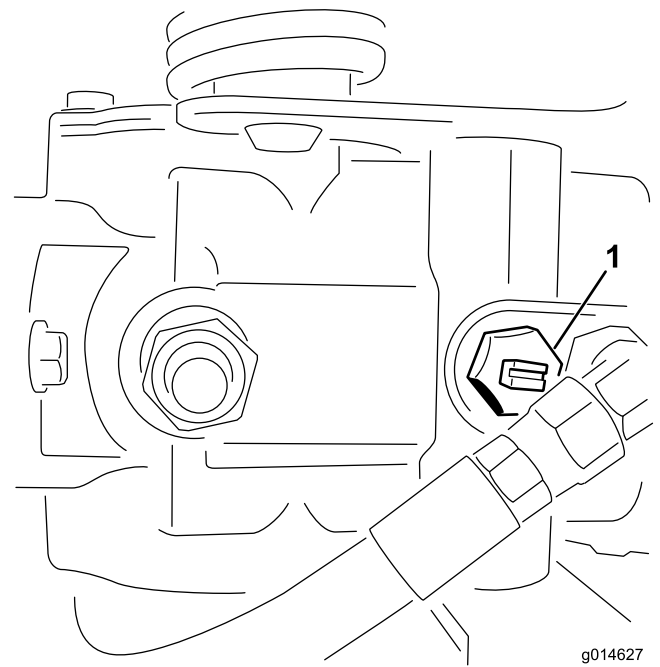

**Figura 28**
- Prenda a máquina de forma segura utilizando correias, correntes, cabos ou cordas. As correias frontal e traseira devem estar dirigidas para baixo e para fora da máquina (Figura 28).